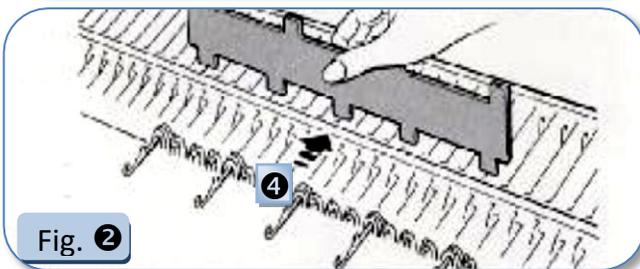

Fig. 2
4. Repousser les aiguilles de la position « D » à la position « C » à l'aide du sélecteur d'aiguilles et tricoter 1 rang. (Fig. 2).